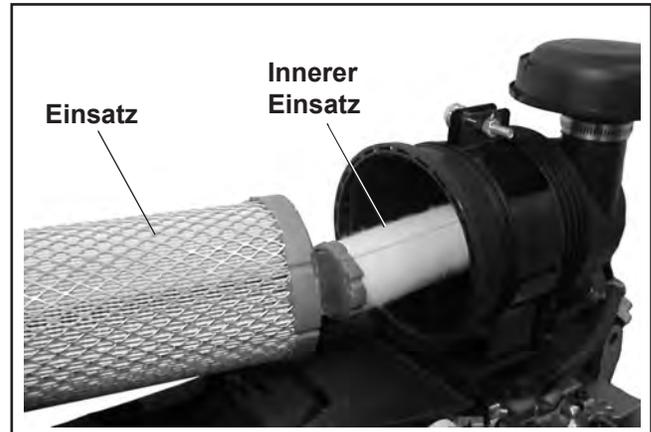

Abbildung 4-13. Entfernung der Einsätze.
2. Den Luftfiltereinsatz aus dem Gehäuse herausnehmen. Siehe Abbildung 4-13.